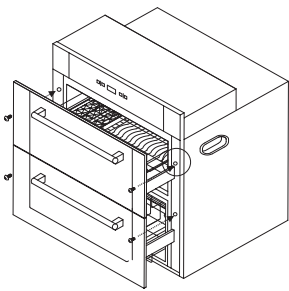
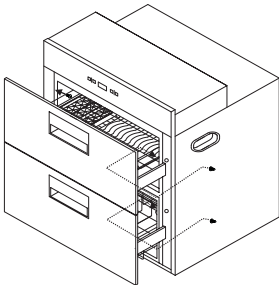
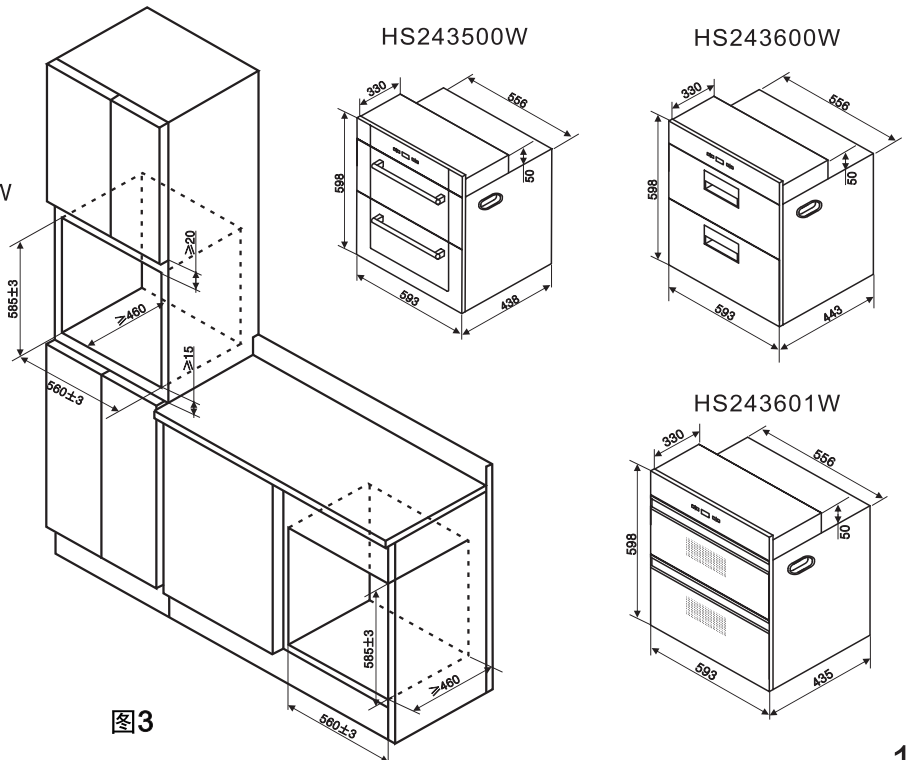

图1
图2
图3
- ❑ 对HS243500W 和HS243601W 消毒柜，请按图1所示打开消毒柜的柜门，用螺丝刀、扳手等工具拆卸左右两侧的四套运输螺钉和螺母，然后按图3把消毒柜嵌入橱柜的设定位置中，用随机的自攻螺钉把消毒柜水平地固定在柜体上。
- ❑ 对HS243600W 消毒柜，请按图3把消毒柜嵌入橱柜的设定位置中，请按图2所示打开消毒柜的柜门，用随机的自攻螺钉对准左右两侧四只安装孔，把消毒柜水平固定在柜体上。